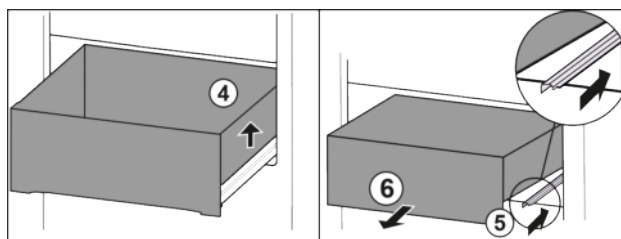

Fig. 63
► Schubfach rechts anheben. Fig. 63 (4)
► Rechte Schiene einschieben. Fig. 63 (5)
► Schubfach nach vorne entnehmen. Fig. 63 (6)